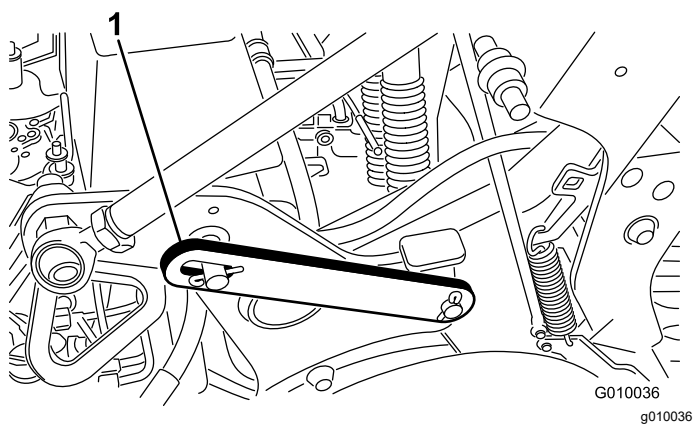

Рисунок 18
3. Снимите стопорное кольцо, которое крепит предохранительный фиксатор в положении хранения (Рисунок 18).